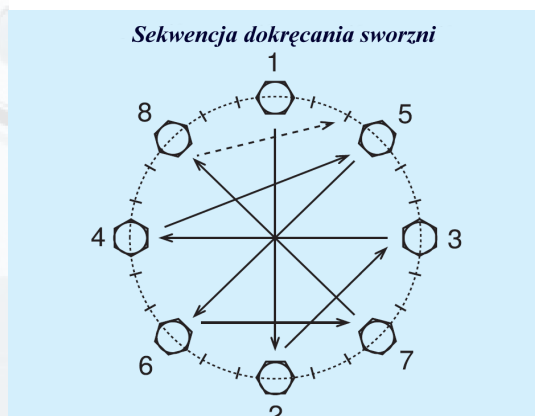

Rys. 1
- b) maksymalne dopuszczalne odchylenie płaskości powierzchni po obwodzie oraz radialnie nie może być większe niż  $a = 0,0001 \cdot D_s [\text{mm}]$  (rys. 1),